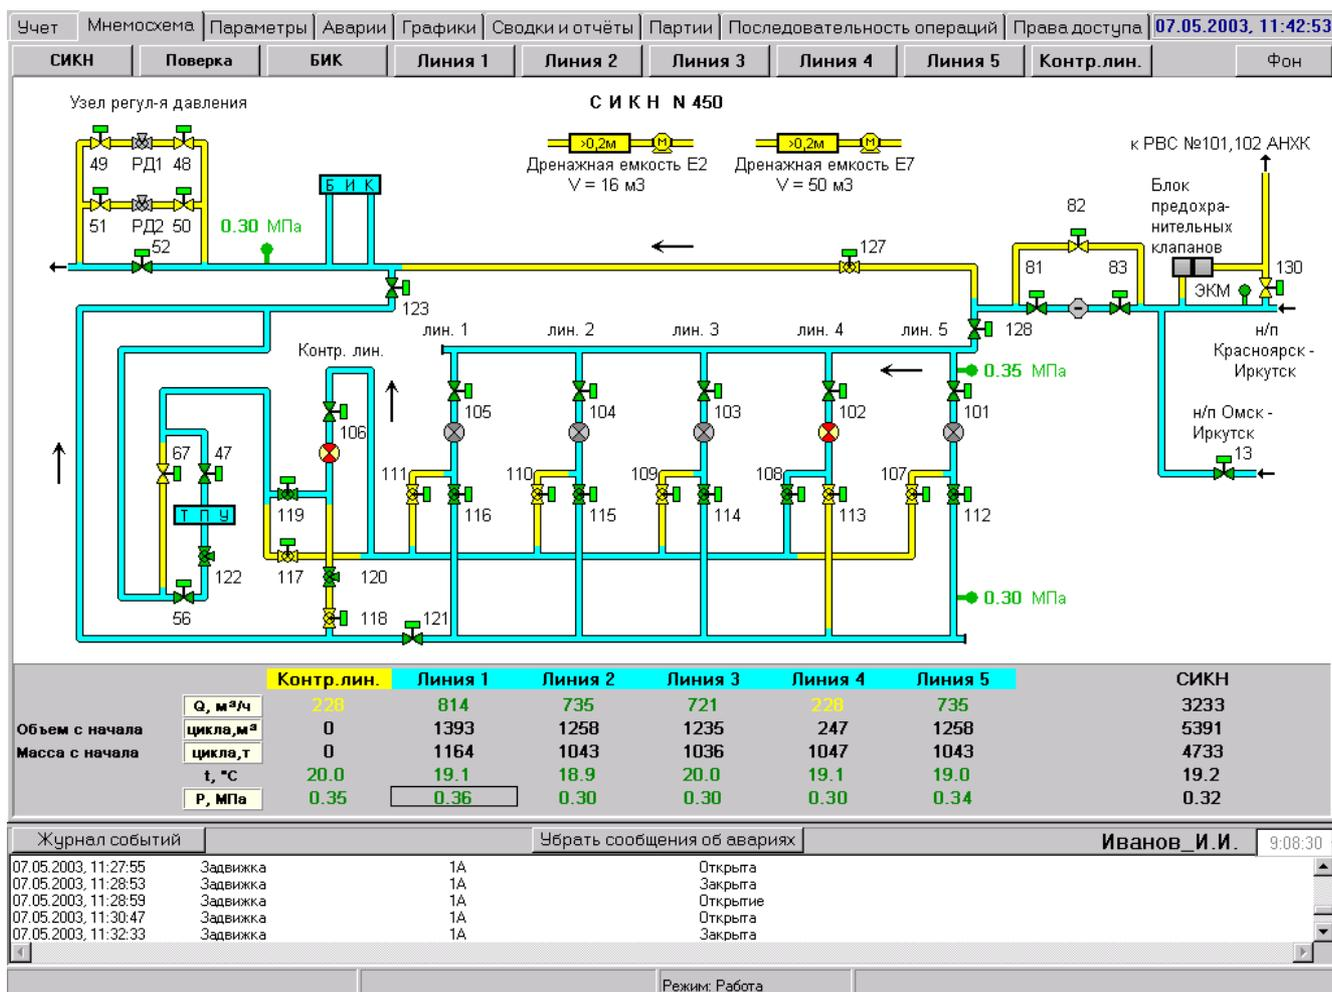

Рис. 5
3.3.1.1 Экран (Рис. 5) отображает: